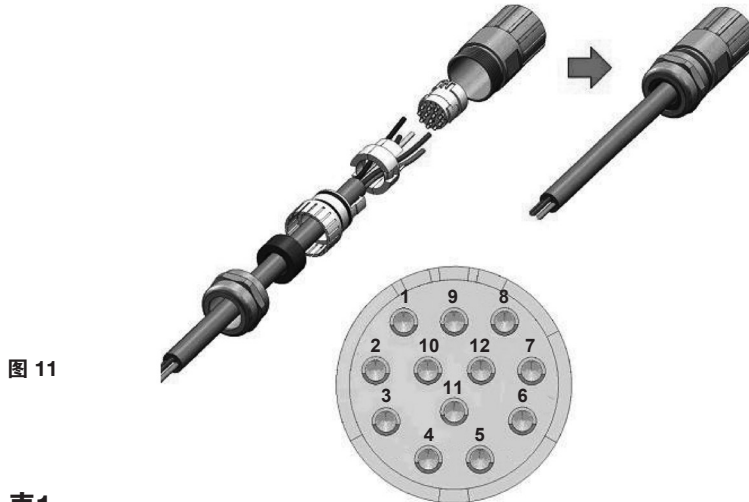

图 11
此参数允许用户选择0-10V(电压)输入或者4-20mA(电流)输入。请注意，如果改变了这个参数，输入信号的接线端也要改变，如图11所示
2. 拆掉连接头（见图11）。